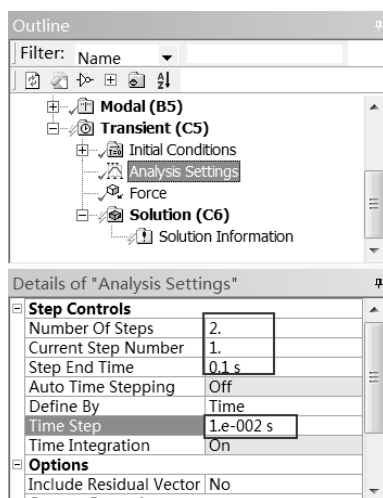

图 9-38 分析步一设定
Step4 :在 Outline (分析树) 中选择 Transient (C5) Analysis Settings (分析设置) 选项,如图 9-38 所示,在出现的 Details of “Analysis Settings”面板中做如下输入。